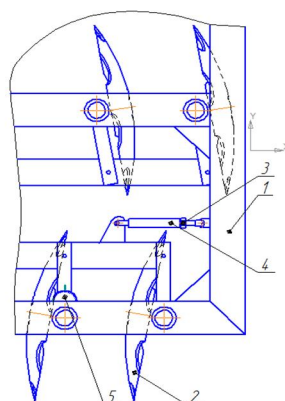

Рис.2 Механизм установки угла атаки дисков
5.4 Отрегулировать угол атаки дисков (рис.2). Для каждого ряда дисков свой механизм регулировки угла атаки. Для того, чтобы изменить угол атаки необходимо отпустить контргайку 3 и вращать гаечным ключом винт 4. При вкручивании оси угол атаки увеличивается, при выкручивании уменьшается. Величина угла атаки контролируется по шкале. На шкале нанесены три деления соответствующие углу атаки 0° – 15° – 30° .